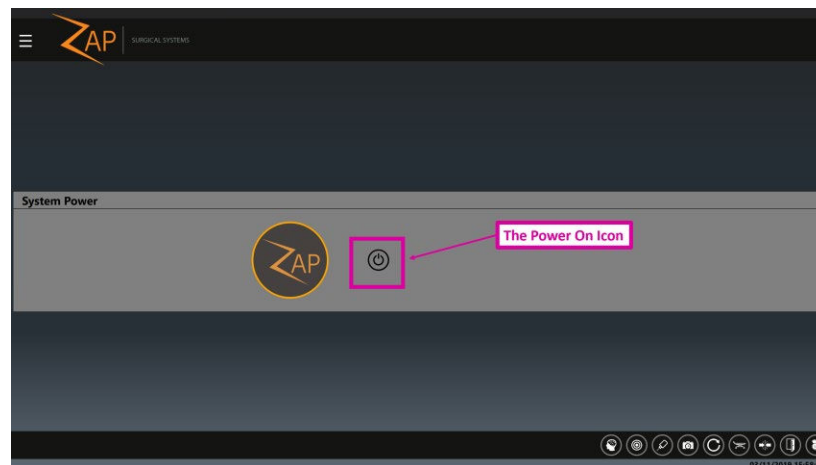

Figura 3.1.3: El icono de Power-On (Encendido)
- 2) La pantalla de la IU principal mostrará el Dashboard (Panel de control) en el estado de apagado. (Figura 3.1.3) Haga clic en el botón de encendido/apagado para iniciar el encendido del sistema.